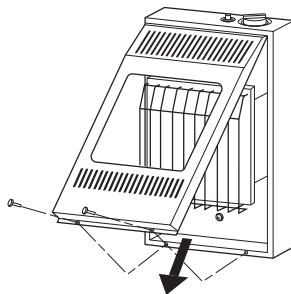

Figura 10 - Desmontaje del panel anterior del calentador
1. Quite dos tornillos ubicados cerca de las esquinas inferiores del panel anterior. Consulte la figura 10.